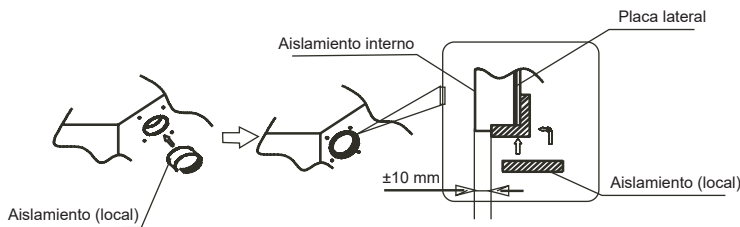

Fig. 5-5
- Ponga el aislamiento bien apretado alrededor del agujero de la unidad tal y como se ilustra en la imagen. Los extremos de la placa lateral y el aislamiento interno deben quedar bien adherentes sin dejar espacios en torno a la circunferencia del agujero. Asegúrese de que la superficie interna del aislamiento quede en estrecho contacto con el borde del aislamiento interno y la placa lateral (véase la fig. 5-5).